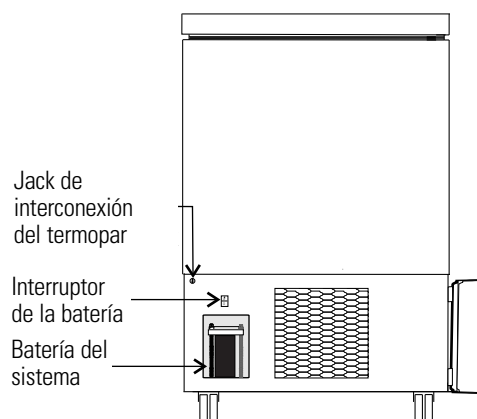

Figura 5-2. Ubicación del Interruptor y la batería
2. Ubique el interruptor de alimentación de la batería (Figura 5-2). Coloque el interruptor de alimentación de la batería en la posición OFF (O).
3. Retire los dos tornillos de seguridad del soporte de la batería. Consulte la Figura 5-2.